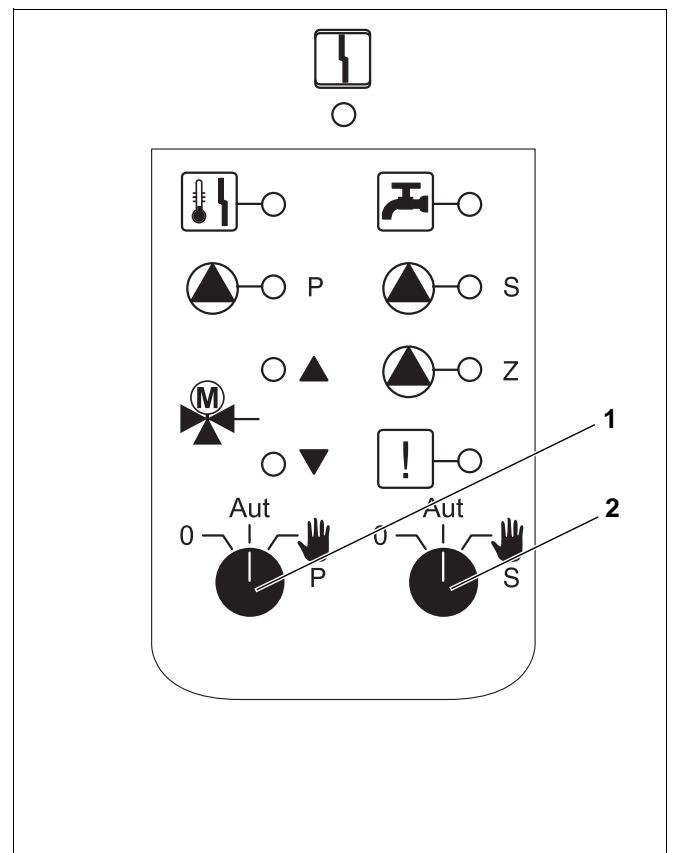

Abb. 5 Modul FM 445
- Primärkreis (Abb. 5, **Pos. 1**) am Wahlschalter auf Hand  stellen.
- Sekundärkreis (Abb. 5, **Pos. 2**) am Wahlschalter auf Hand  stellen.